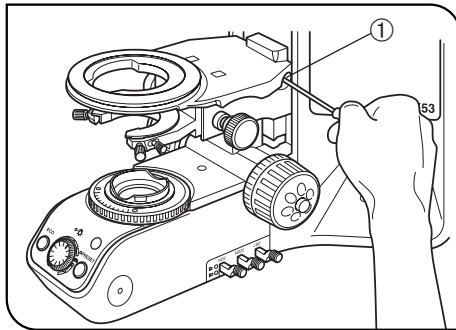

Fig. 15
(Fig. 15 & 16)
2. Med en insexnyckel lossar man låsskruven ① på undre delen av korsbordsmonteringen och tar bort detta. (Fig. 15)